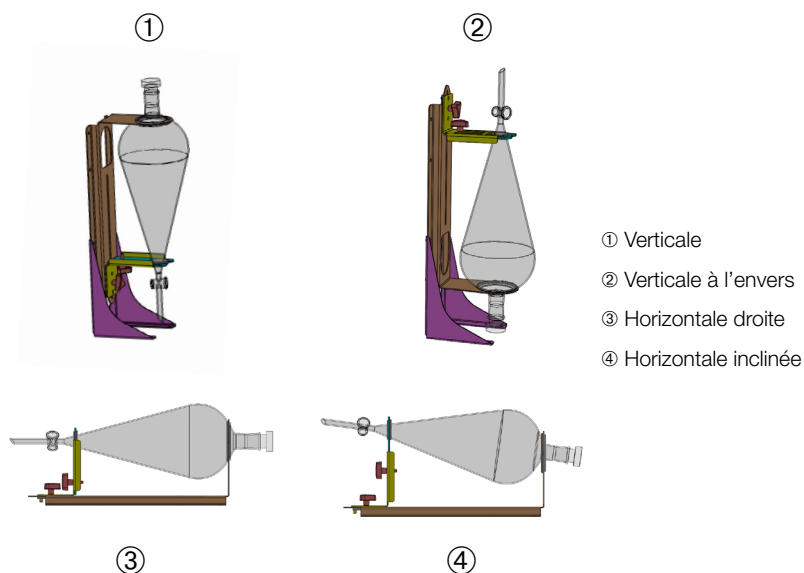

Figure 95 : Positions de montage de la pince pour entonnoir de séparation
Il est possible de modifier la position horizontale ③ représentée sur la Figure 95 pour obtenir l'orientation inclinée ④. De plus, la pince pour entonnoir de séparation peut être combinée avec le support vertical (fourni comme accessoire) pour créer les dispositions verticales ① et ②. Il est également possible d'installer la pince avec le robinet en entonnoir vers le bas ① ou de manière inversée selon la configuration à l'envers ②.
1. Installer la pince pour entonnoir de séparation sur l'extrémité longue du support vertical, selon les agencements ① et ② de la Figure 95.